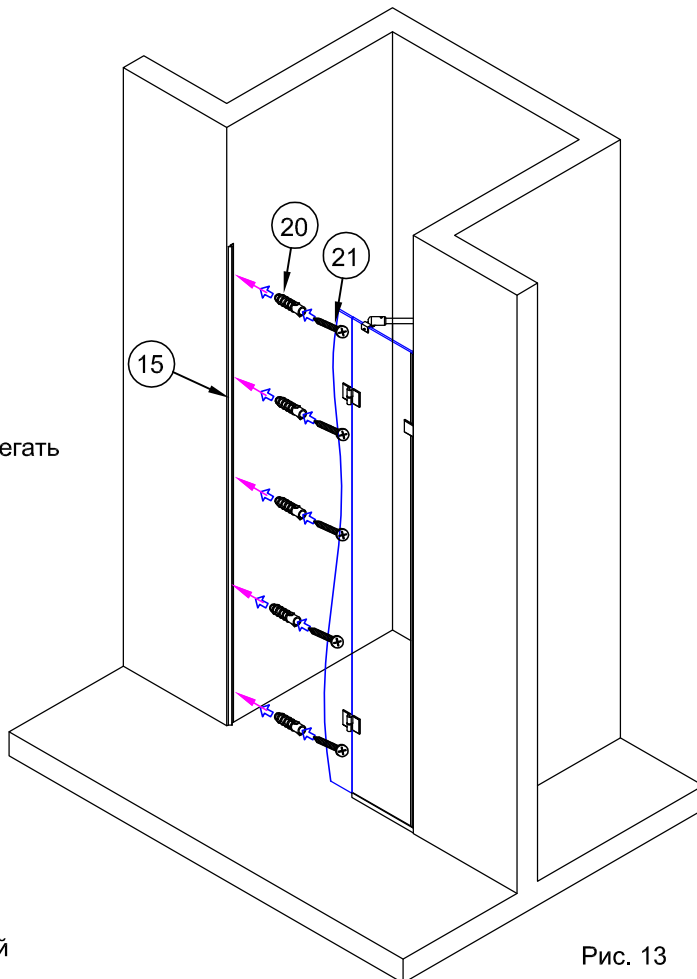

Рис. 13
Вставить в отверстия дюбели №20. При необходимости использовать молоток. (рис.13)
5.5. Установить магнитную планку №15 на стену. Вставить в отверстия шурупы №21 и вкрутить их отверткой, закрепив планку на стене (рис.13).